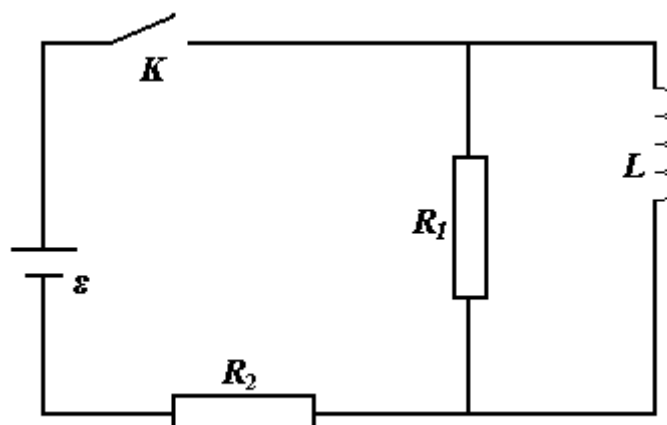

Рис.13
29. Цепь на рис.13 состоит из источника с ЭДС ε и резисторов с сопротивлениями R_1 и R_2 , катушки с индуктивностью L и ключа K , разомкнутого в начальный момент. Ток в катушке равен нулю. Определите зависимость тока в катушке от времени после замыкания ключа. Внутренним сопротивлением источника и омическим сопротивлением катушки пренебречь (рис.13).